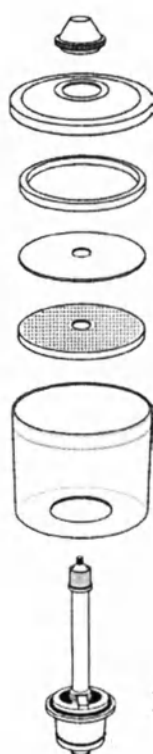

рис.29
- CO_2 -поглотитель /3 рис. 12/ разберите согласно рис. 29